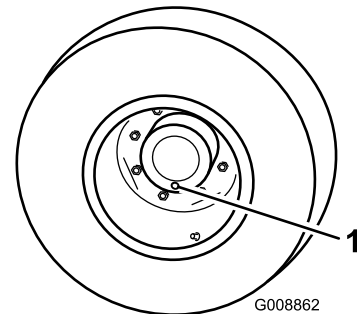

Figura 54
1. Con la máquina en una superficie nivelada, coloque una rueda de manera que uno de los tapones de verificación esté en la posición más baja (posición de las 6) (Figura 54).